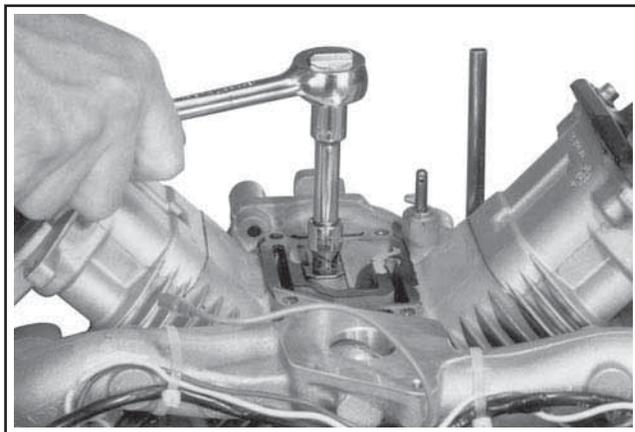

Figure 11-56. Montage du groupe lame du reniflard.
3. Positionner la lame du reniflard et son dispositif de fixation sur le carter moteur et la fixer par la vis hexagonale à embase. Garder aligné le groupe pendant le serrage. Serrer la vis à **3,9 N·m (35 pouces lb)**. Voir la Figure 11-56.